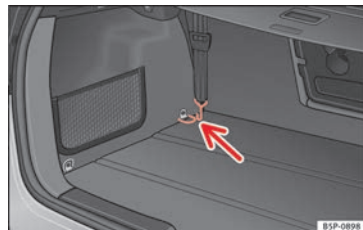

Bild 108 Fästöglor för avdelningsnätet.
- Kroka fast bältena i de främre monteringsringarna för att spänna nätet » **bild 108**.